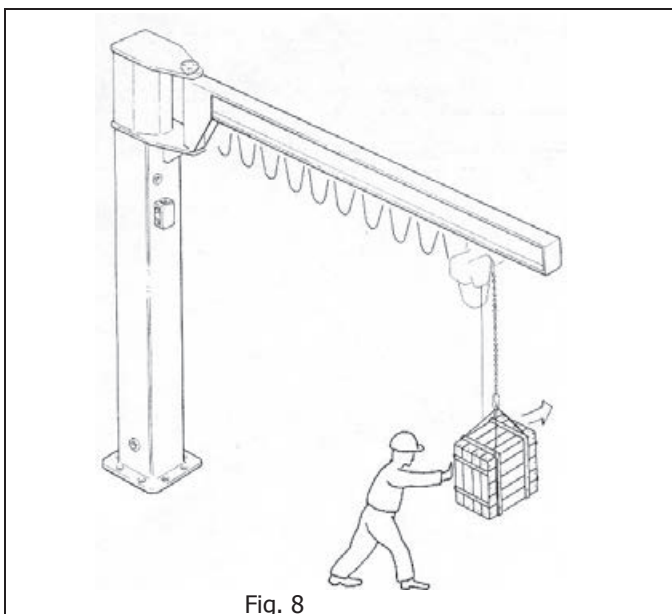

Fig. 8
4. Dans tous les cas le mouvement de **rotation de la flèche** ,quel que soit le sens de rotation, est actionné manuellement par **poussée sur la charge** (fig.8).